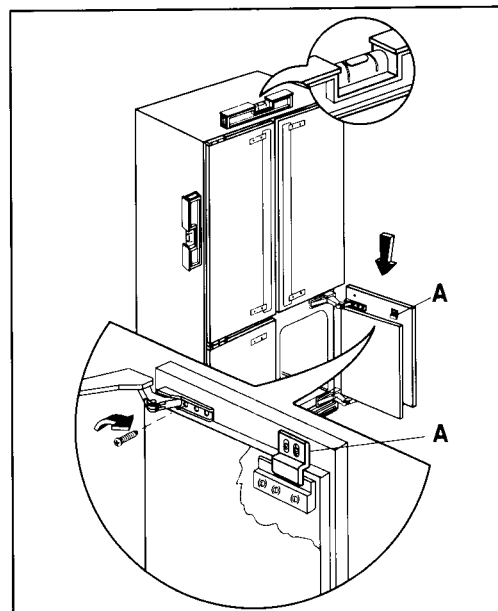

Fig. 5a
- Fissare l'antina con una vite nell'asola verticale della cerniera (Fig. 5a).